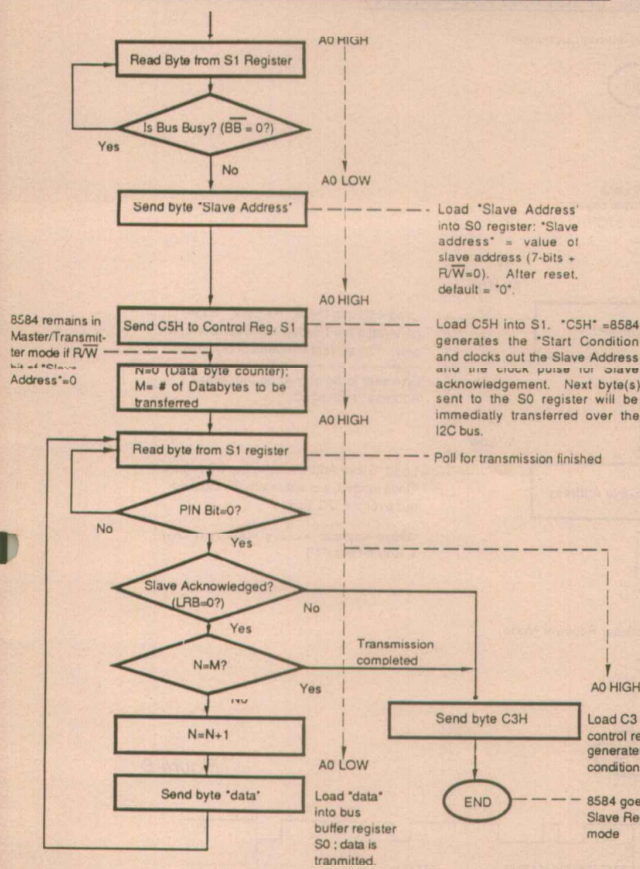

Figure 6
- a) Maître émetteur, **figure 6**.